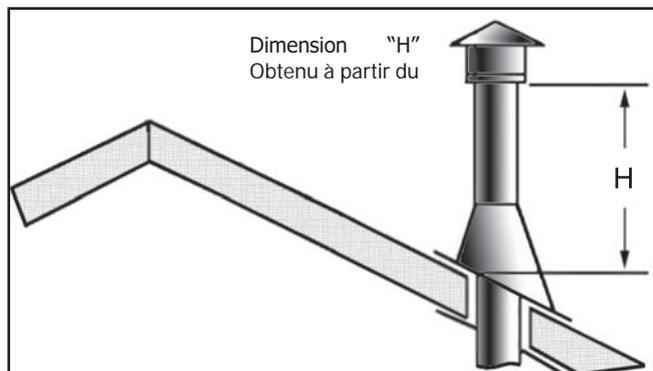

Figure 37: Hauteur de résiliation Vertical; Référence au Tableau 6.
8. Continuez à ajouter des sections de tuyaux jusqu'à la hauteur du bouchon d'évacuation rencontre les exigences minimales du code. Reportez-vous à la Figure 37 et le Tableau 5. Notez que plus la pente du toit, la hauteur de l'évent doit être augmentée. Dans des conditions de vent élevées, la proximité d'arbres, lignes de toitures adjacentes, les toits en pente abrupte et autres facteurs similaires peuvent entraîner un mauvais projet, ou vers le bas la rédaction. Dans ces cas, l'augmentation de la hauteur du dégagement peut résoudre le problème.